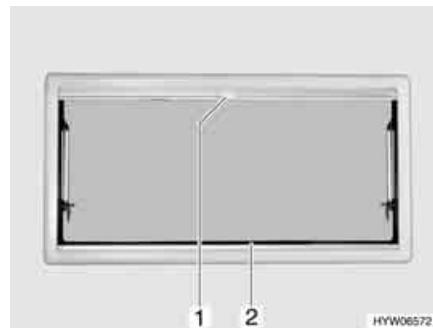

Fig. 58 Finestra apribile
- Afferrare la tendina oscurante pieghevole (Fig. 58,2) per la parte centrale della barra di presa, tirarla dal basso verso l'alto e rilasciarla nella posizione desiderata. La tendina oscurante pieghevole rimane in questa posizione.
- Tirare la zanzariera a rullo per la maniglia (Fig. 58,1) verso il basso fino a quando non si trova in contatto con la tendina oscurante pieghevole (Fig. 58,2).
- Premere la maniglia (Fig. 58,1) della zanzariera a rullo.